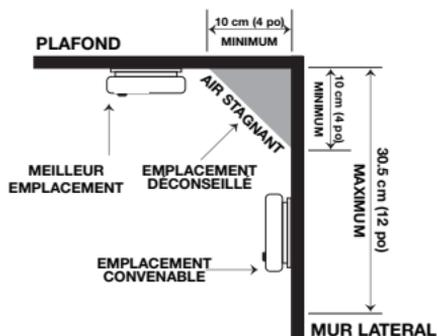

FIGURE 2A
- Quand on pose un avertisseur au plafond, il doit être à au moins 10 cm (4 po) du mur latéral (voir FIGURE 2A).
- Quand on installe l'avertisseur sur un mur, on doit choisir un mur intérieur de façon que le bord supérieur de l'avertisseur se trouve à au moins 10 cm (4 po) et à au plus 30,5 cm (12 po) du plafond (voir FIGURE 2A).
Les maisons mobiles modernes ont été conçues et construites pour offrir un haut rendement énergétique. Installer les avertisseurs de fumée selon les recommandations mentionnées ci-avant. (Voir la section **EMPLACEMENTS DÉCONSEILLÉS** et FIGURE 1A et 1B). Dans le cas de maisons mobiles plus vieilles où l'isolation laisse à désirer, par rapport aux normes actuelles, la chaleur ou le froid extrême risque de traverser les murs et le toit, ce qui peut occasionner des conditions défavorables à l'intérieur de la demeure. Ce phénomène peut créer une barrière thermique qui empêche la fumée d'atteindre l'avertisseur posé au plafond. Si tel est le cas, installer l'avertisseur de fumée sur un mur intérieur de façon que le bord supérieur de l'avertisseur se trouve à au moins 10 cm (4 po) et au plus 30,5 cm (12 po) du plafond (voir FIGURE 2A). En cas de doute sur le degré d'isolation de la maison mobile ou, encore, si l'on constate que les murs extérieurs et le plafond sont ou chauds ou froids, ne placer l'avertisseur que sur un mur intérieur.